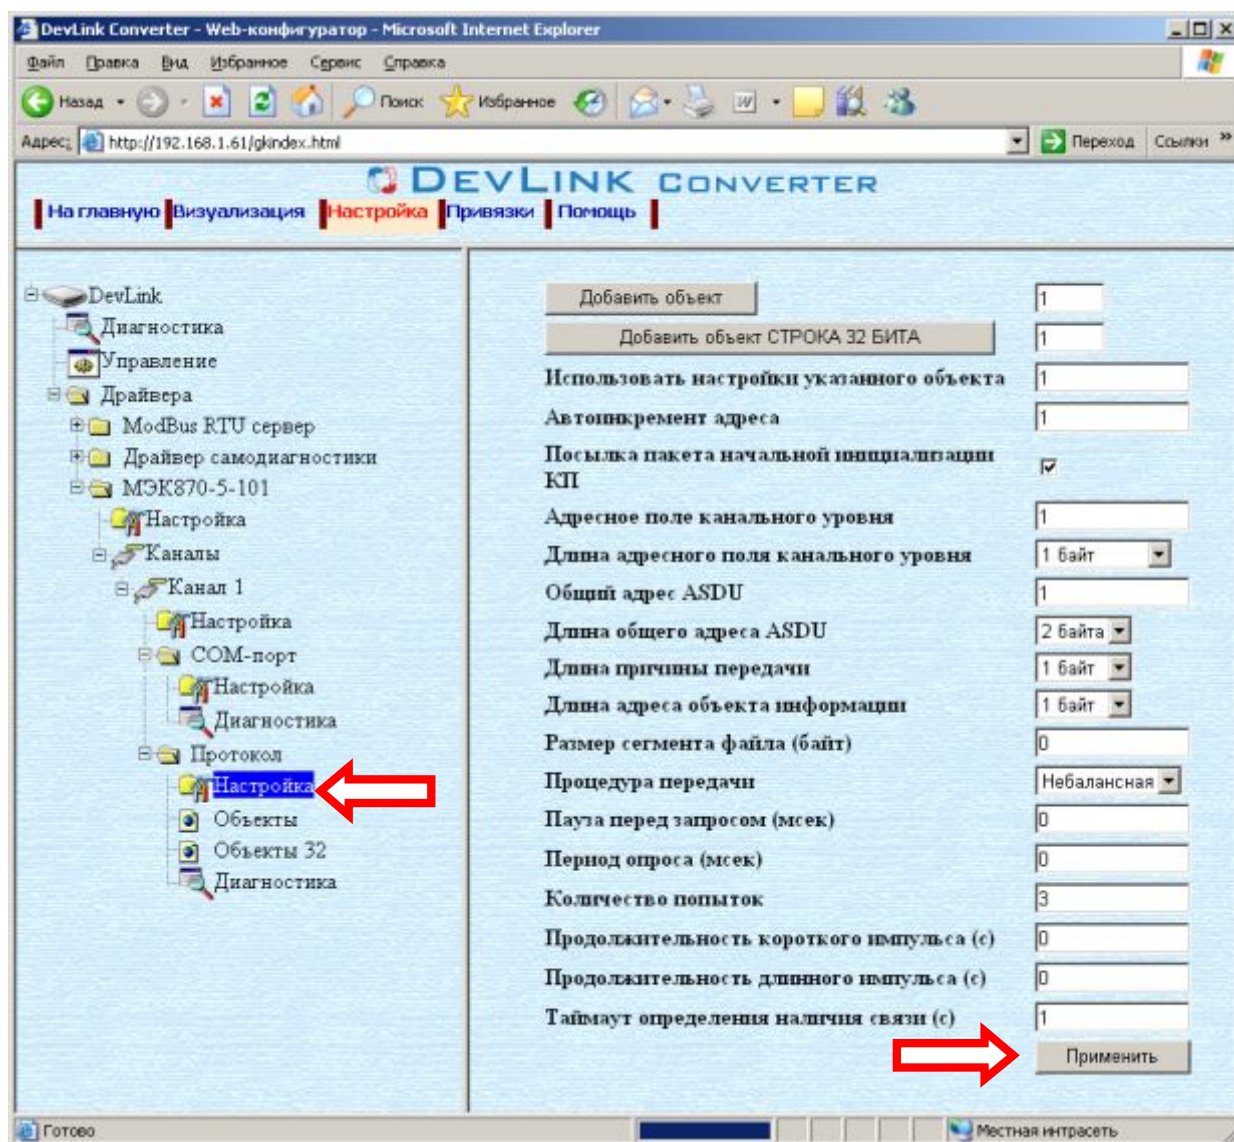

Рисунок 3.8 – Настройка протокола
- Выберите в дереве объектов *папку «Настройка» протокола* нужного канала драйвера (рисунок 3.8).
- С помощью элементов управления задайте необходимые установки и нажмите кнопку «Применить» (рисунок 3.8).